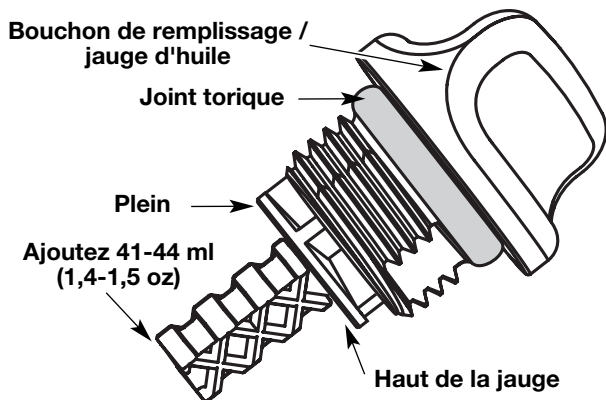

Fig. 52
- Retirez le bouchon de remplissage / jauge d'huile et vérifiez le niveau d'huile. L'huile devrait atteindre le haut de la jauge (Fig. 52).